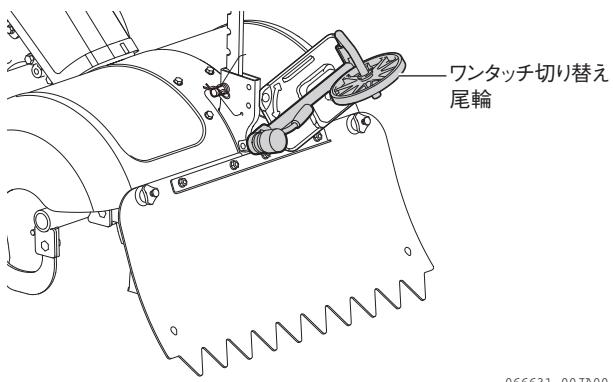

図 3-14 尾輪 (耕うん作業)
1. ワンタッチ切り替え尾輪を右上にセットします。(図 3-14)